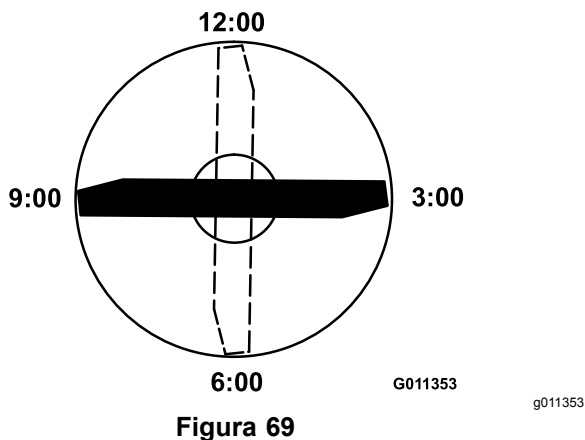

Figura 69
3. Posicione a extremidade de corte da extremidade marcada da lâmina na posição das 12 horas (a direita na direção do corte) e meça a altura da mesa à extremidade de corte da lâmina (Figura 69).
4. Rode a extremidade marcada da lâmina para as posições das 3 horas e das 9 horas e meça as alturas (Figura 69).